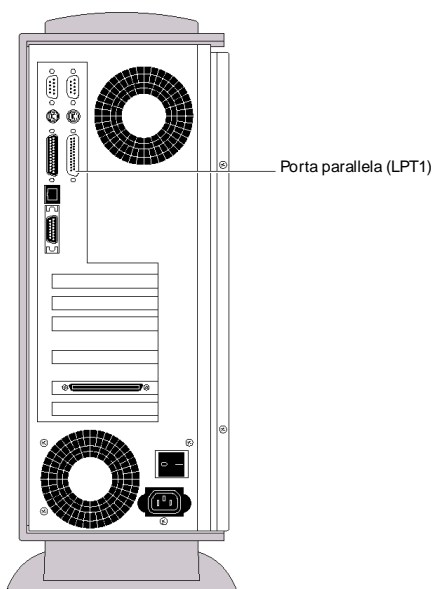

Figura 3-7 Porta parallela (LPT1)
4. **Collegare il connettore femmina a 25 pin del cavo alla porta parallela (contrassegnata LPT1) sul retro del ColorPASS/PS-ZX (vedere Figura 3-7 a pag. 3-12).**